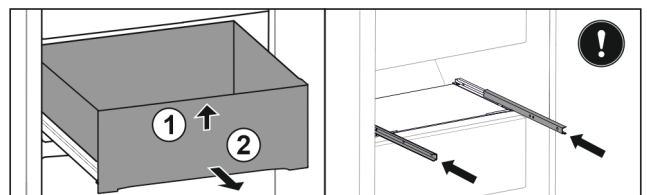

Fig. 141
- ▶ Підняти висувний ящик спереду. Fig. 141 (1)
- ▶ Вийняти висувний ящик рухом вперед. Fig. 141 (2)